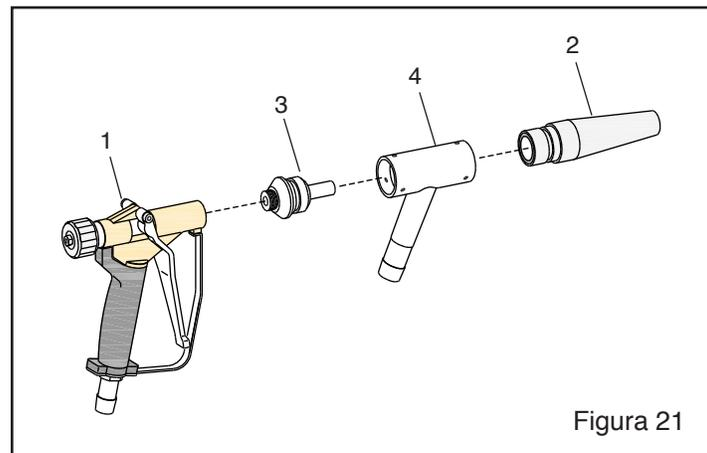

Figura 21
9.3 Ensamble de Pistola, Chorreado Seco - Figura 21